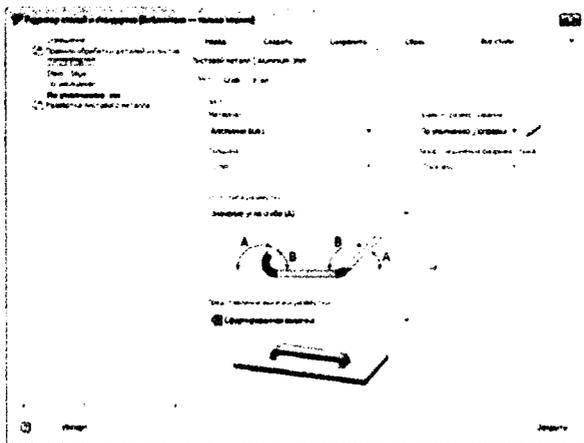

Рис. 10.2. На вкладке Лист Редактора стилей и стандартов вы определяете толщину и материал листа
7. Установите представление выскочки развертки **Только маркер центра**. См. рис. 10.2.